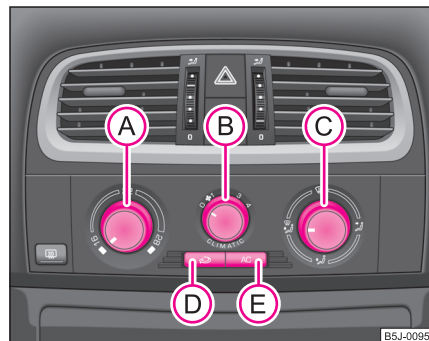

Abb. 94 Climatic:
Die Klimaanlage arbeitet, wenn der Schalter  \Rightarrow Seite 102, Abb. 94  gedrückt ist und folgende Bedingungen erfüllt sind:
- Drehen Sie den Drehregler **A** ⇒ Abb. 94 nach rechts, um die Temperatur zu erhöhen.
- Drehregler **(A)** ⇒ Seite 102, Abb. 94 auf der von Ihnen üblicherweise gewählten Temperatur (wir empfehlen 22 °C) lassen
- Drücken Sie den Schalter  ⇒ Seite 102, Abb. 94, das Schalter-Symbol  leuchtet auf.
Wenn der Luftverteilungsregler **(C)** in der Position  ⇒ Seite 102, Abb. 94 steht, wird der Umluftbetrieb automatisch ausgeschaltet. Durch wiederholtes Drücken der Drucktaste  können Sie auch in dieser Stellung den Umluftbetrieb wieder einschalten. ▶
Die Luftzufuhr für die einzelnen Düsen stellen Sie mit dem Luftverteilungsregler **C** ein → Seite 102, Abb. 94. Die Luftaustrittsdüsen **3** und **4** können einzeln geschlossen und geöffnet werden:
Aus den geöffneten Luftaustrittsdüsen strömt je nach Stellung des Drehreglers **A** → Seite 102, Abb. 94 und nach Klimabedingungen erwärmte, nicht erwärmte bzw. gekühlte Luft. ■